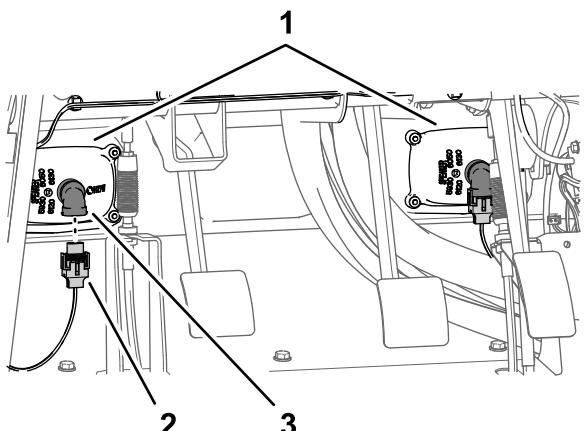

Figura 215
3. Collegate i 2 connettori elettrici (a 2 prese) del cablaggio preassemblato della macchina ai connettori a 2 pin dei fari di sinistra e destra (Figura 215).
1. Allineate la copertura del parafango interno ai tubi del telaio superiore sinistro e del telaio inferiore sinistro (Figura 215).